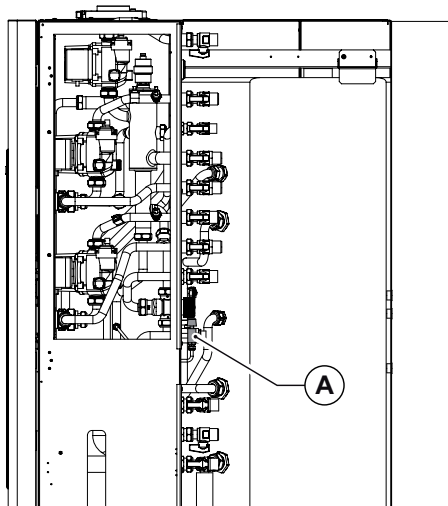

Fig. 3 Rubinetto di carico
Nel caso dovesse lampeggiare l'errore **E04** di blocco per pressione impianto insufficiente (che segnala l'intervento del pressostato acqua di sicurezza) provvedere al riempimento dell'impianto agendo sul rubinetto di carico in Fig. 3 Rubinetto di carico. L'errore **E04** viene visualizzato quando la pressione impianto scende sotto il valore di 0,4 bar e l'errore si resetta automaticamente quando la pressione dell'impianto raggiungerà la soglia di 1,0 bar. Il valore della pressione a caldaia fredda deve essere di 1÷1,3 bar.
- ruotare la manopola del rubinetto di carico Fig. 3 Rubinetto di carico in senso antiorario per permettere l'ingresso dell'acqua in caldaia;